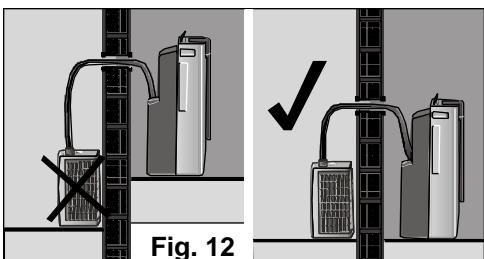

Fig. 12
- Verificate finalmente che la manichetta flessibile d'unione tra entrambe unità non sia né schiacciata né immobilizzata, che la differenza di quota tra le unità non superi il 1,5 m. Fig. 11 e che l'unità esterna non sia a un livello inferiore a quello dell'unità interna, Fig. 12.